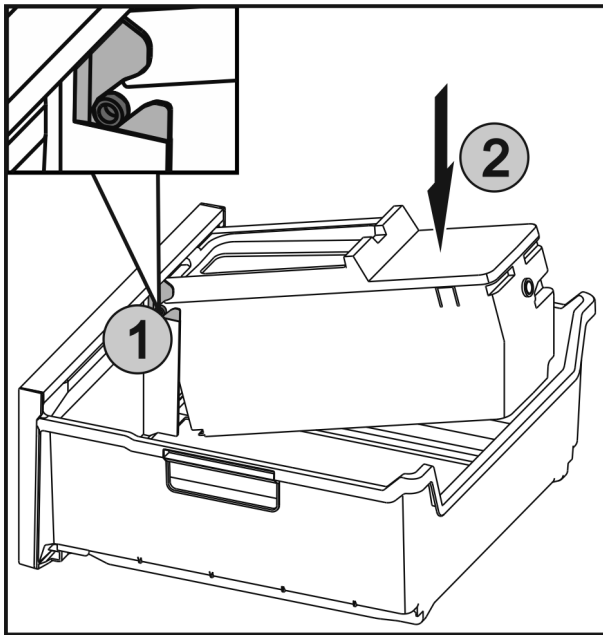

Fig. 42
- ▶ Die Achsen Fig. 42 (1) an EasyTwist-Ice in die Führungen einstecken und die hintere Seite Fig. 42 (2) bis die Lasche einrastet drücken.